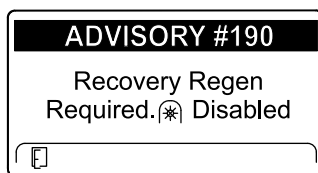

Figure 55
- ADVISORY #190 (avis n° 190), demande de régénération d'urgence – prise de force désactivée, affiché (Figure 55)